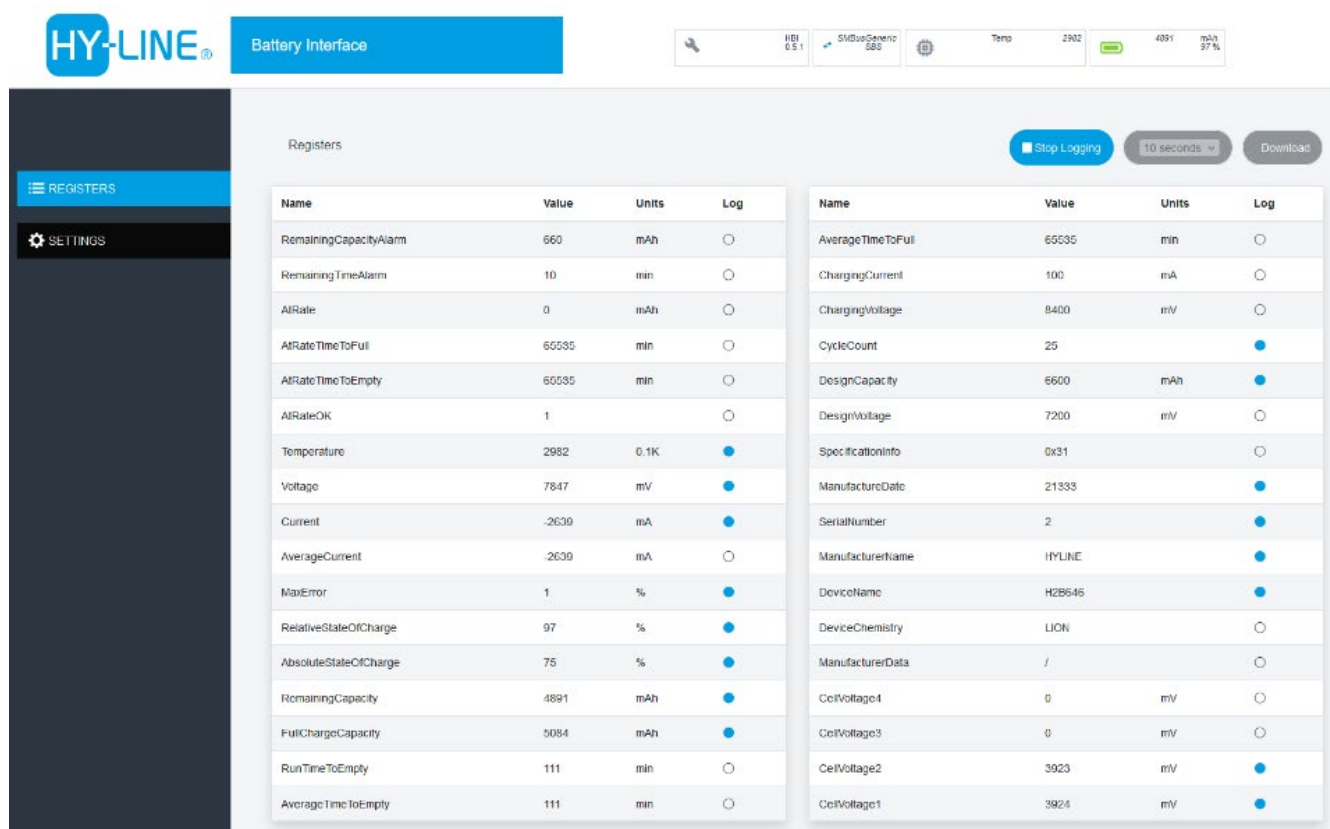

Figure 6
- A Web-GUI provides the battery data - see Figure 6.
Eine Browser-basierende Grafikoberfläche stellt die Batteriedaten zur Verfügung – siehe Bild 6.